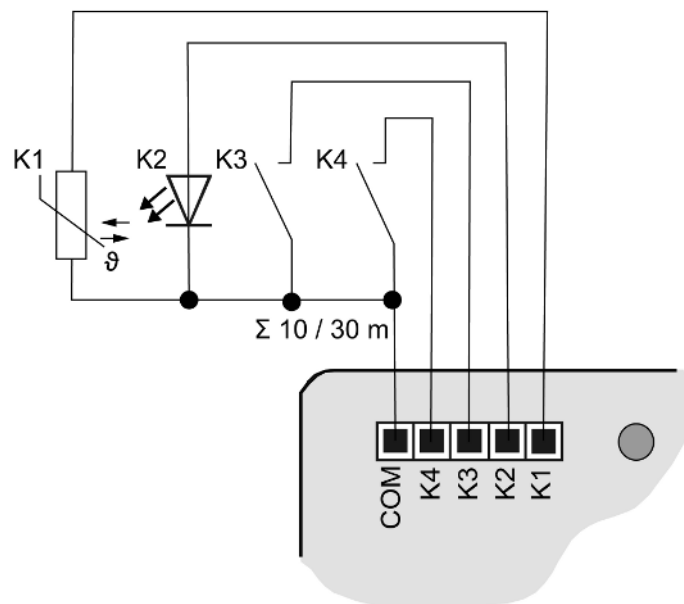
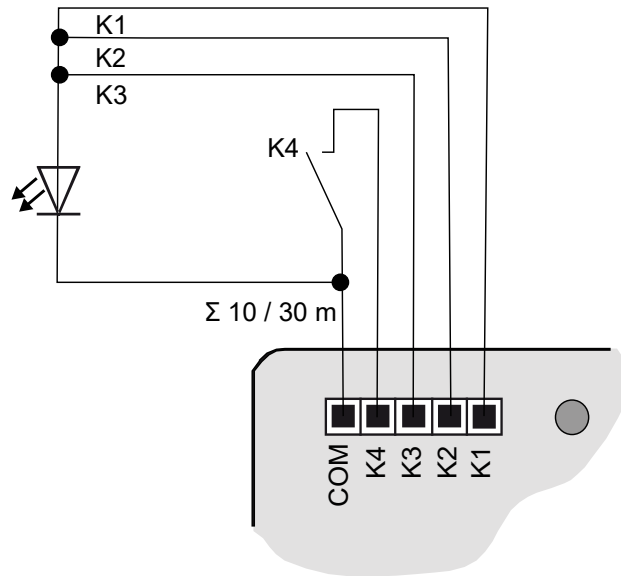

Figura 7: Ejemplo de conexión
Figura 8: Ejemplo de conexión con salidas conectadas en paralelo
- Opcional (sólo variante "Confort") (véase capítulo "Accesorios" ▶ Página 27): Conecte pulsadores, interruptores, contactos, LED o NTC según los ejemplos de conexión con los cables de conexión adjuntos. Los ejemplos de conexión ( y (véase figura 8)) muestran el uso con entradas, salidas y sensores.
- Conecte pulsadores, interruptores, contactos, LEDs o NTC según los ejemplos de conexión con los cables de conexión adjuntos ((véase figura 7) y (véase figura 8)). Los ejemplos de conexión muestran el uso con entradas, salidas y sensores.
Posibilidad de conexión en paralelo de salidas, para consumidores con un mayor consumo de corriente. En el ejemplo (véase figura 8) **K1-K3** están conectadas en paralelo.